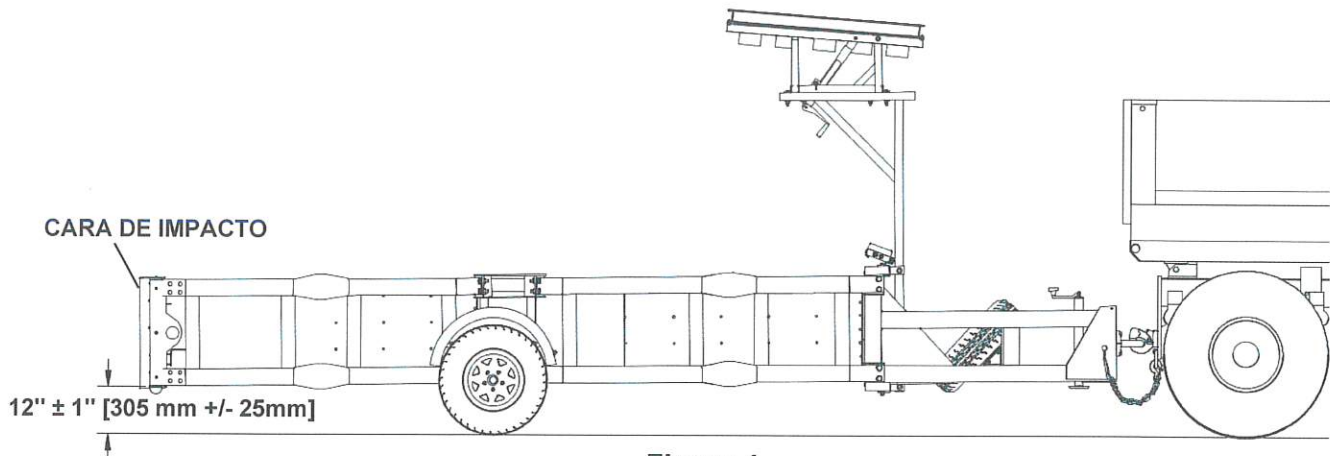

Figura 4
2. El TMA debe estar bien sujeto al camión. En terreno llano, la parte inferior de la Cara de Impacto debe estar a $12'' \pm 1''$ [305 mm \pm 25 mm] del suelo (Figura 4).